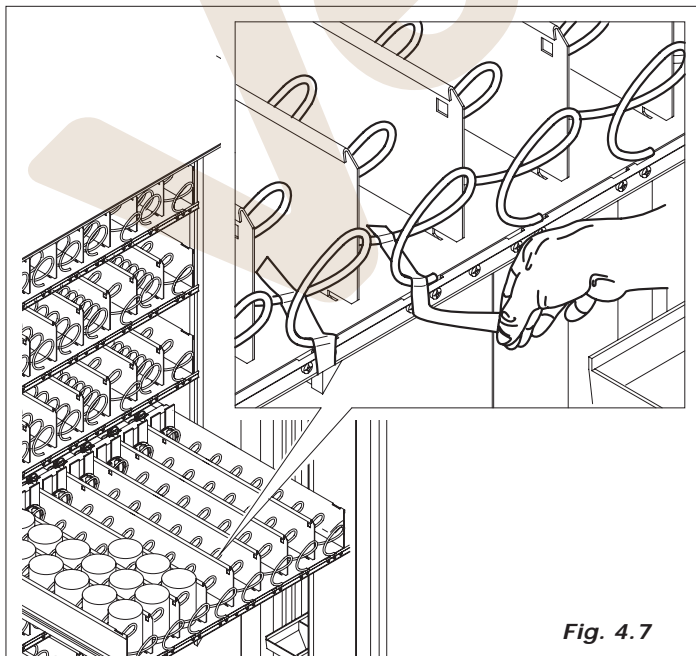

Fig. 4.7
- espirales (ejemplo en Fig.4.7)